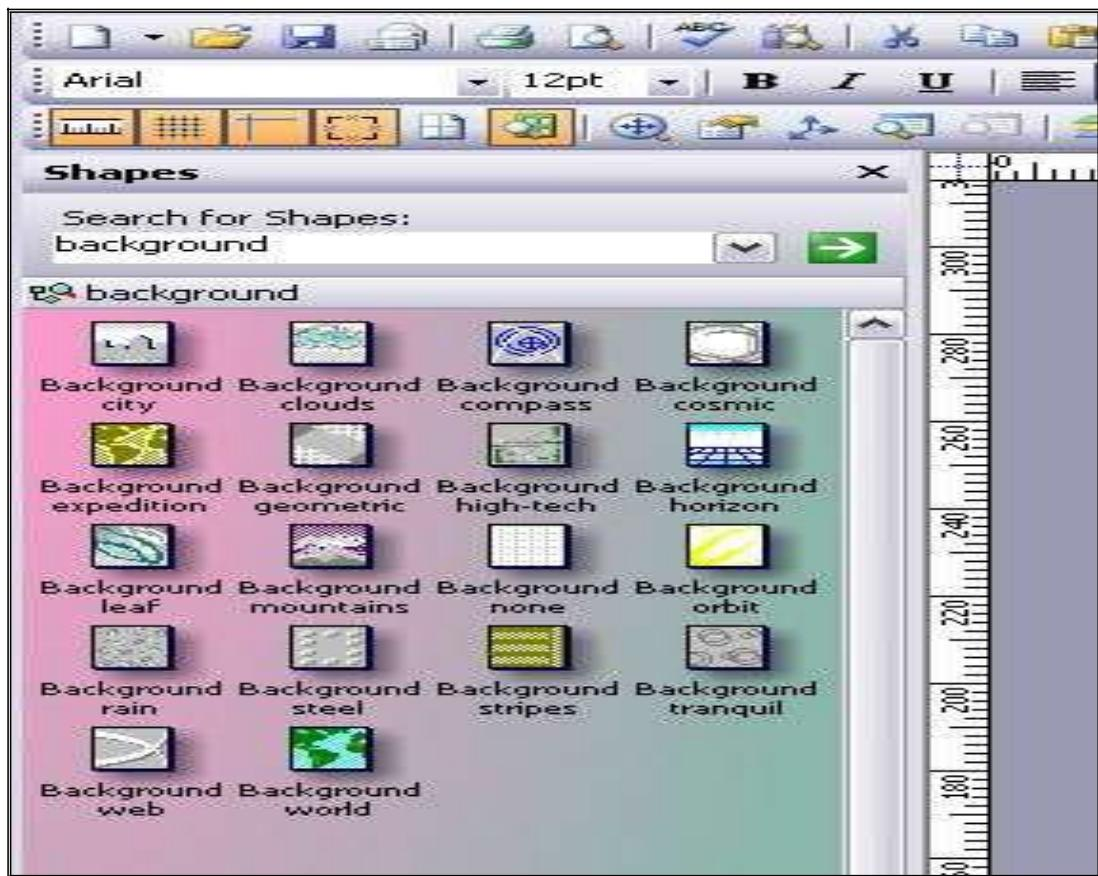

Рис. 53. Коллекция фоновых заставок
12. Программа Visio имеет свою коллекцию фонов, которую можно найти, используя функцию *Поиск* (*Search for Shapes* - с левой стороны рабочей области). Функция выполняет поиск различных шейпов по ключевым словам. В поле функции ввести ключевое слово «background» и нажать на стрелку справа (рис. 53). Из найденной коллекции фонов выбрать фон “Background word” и заменить им существующий.